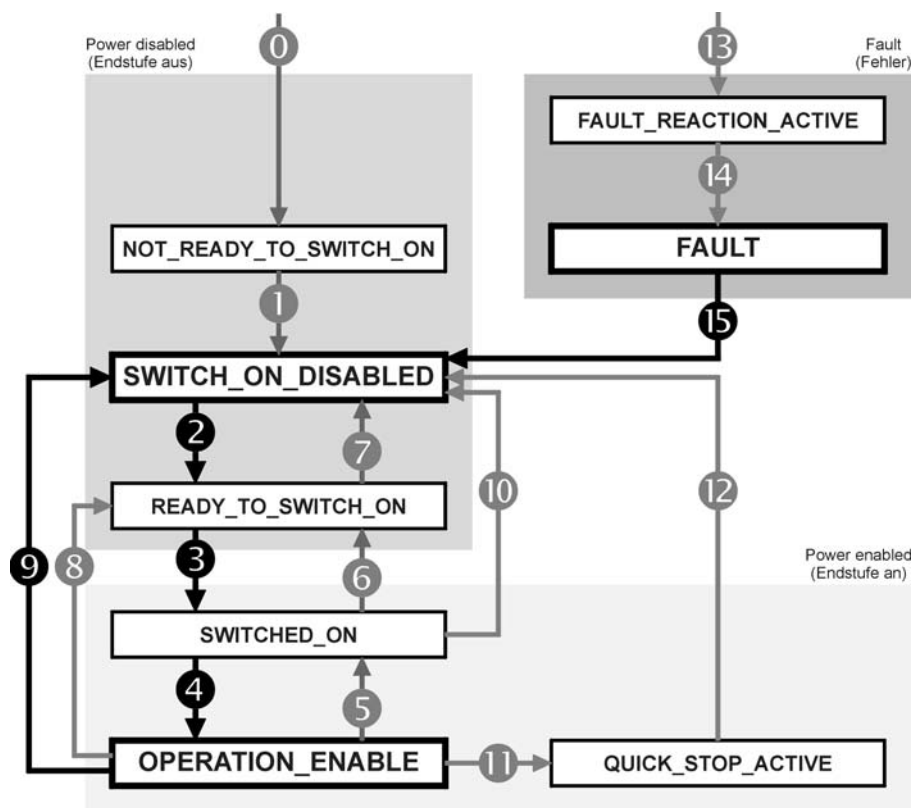

Abbildung 7.24: Zustandsdiagramm des Reglers
- 3.) Laut Zustandsdiagramm (Abbildung 7.24) sind die Übergänge 2, 3 und 4 auszuführen.